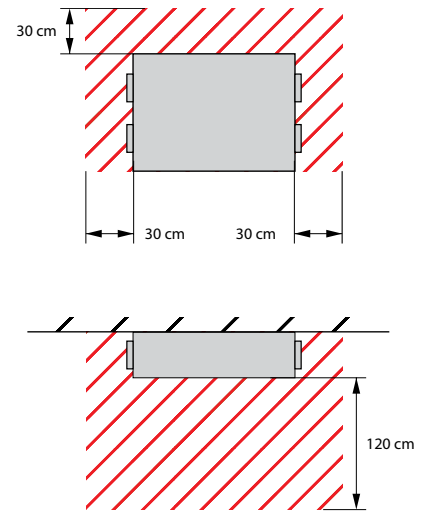

Fig. 6. Minimalt utrymme för underhåll
- Enbart dessa enheter kan monteras i taket eller på väggen och enbart i sådana positioner som anges i fig. 6.